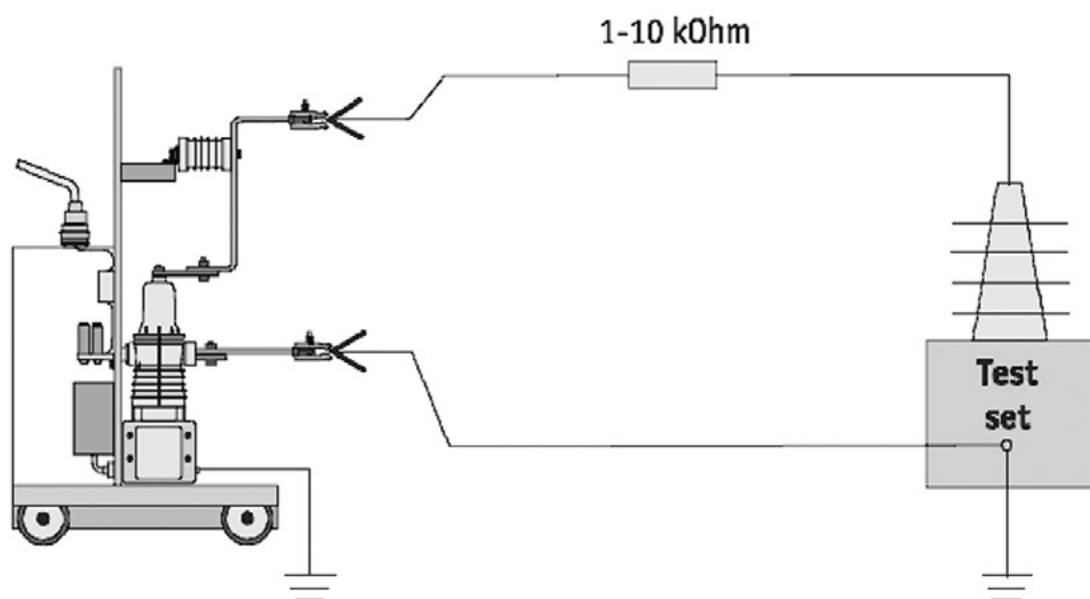

Figure 94
- 5) Il convient d'utiliser des câbles de court-circuit monobrin pour appliquer la tension d'essai. Il est strictement interdit d'utiliser des câbles coaxiaux à haute tension. Une résistance supplémentaire comme illustré dans la Figure 94 doit être utilisée pour coordonner l'impédance d'onde entre l'ensemble d'essai et l'ISM.
- 4) Il convient d'utiliser des câbles de court-circuit monobrin pour appliquer la tension d'essai. Il est strictement interdit d'utiliser des câbles coaxiaux à haute tension. Une résistance supplémentaire comme illustré dans la Figure 94 doit être utilisée pour coordonner l'impédance d'onde entre l'ensemble d'essai et l'ISM.